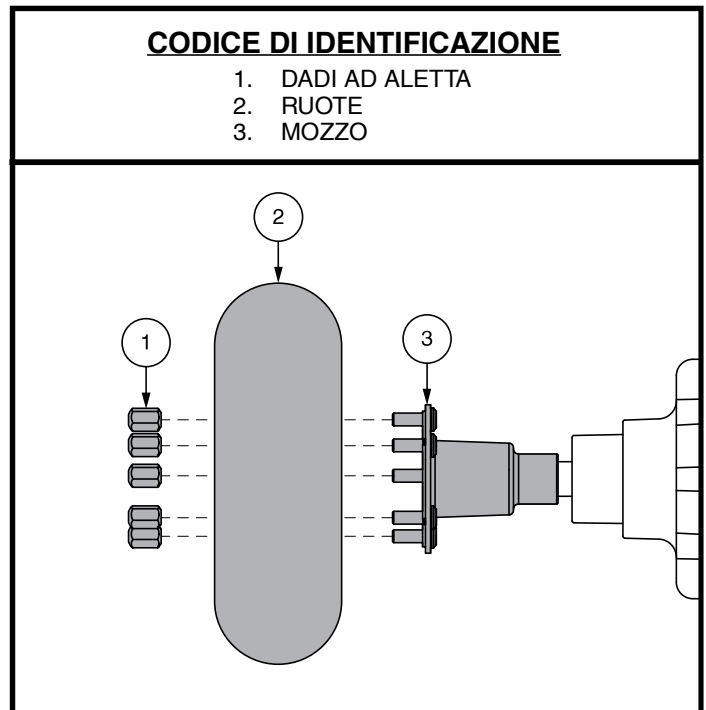

Figura 19. Ruota motrice smontata
4. Rimuovere i dadi ad aletta. **Vedere figura 19.**